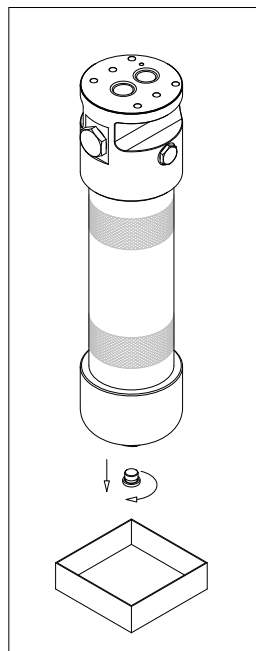

fig. 1
- (Fig. 1) Svitare il tappo di drenaggio predisponendo un recipiente per la raccolta del fluido di lavoro